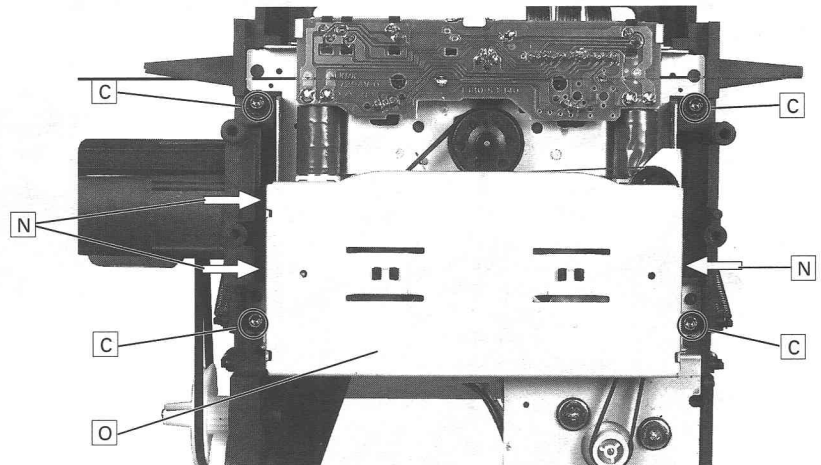

Fig. 11
6. Laufwerk ausbauen, Fig. 11
- 4 Schrauben (C) herausdrehen. Achten Sie dabei auf die dazugehörigen Vierkantmuttern im Montagerahmen.
5. Removing the drive mechanism, Fig. 11
- Undo 4 screws (C).
- 3 Schrauben **N** herausdrehen und Laufwerkabdeckung **O** abnehmen (Fig. 11).
- Undo 3 screws **N** and take the cover **O** off the drive mechanism (Fig. 11).